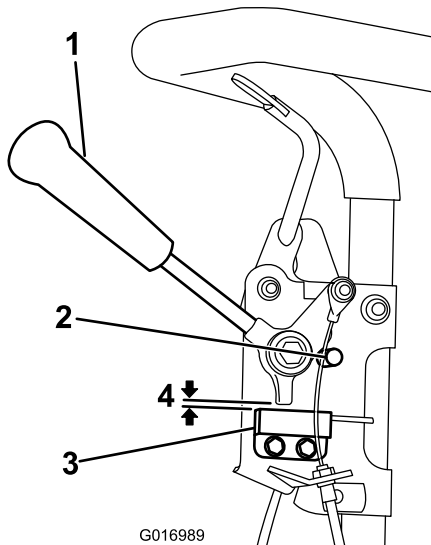

Bild 33
1. Stellen Sie sicher, dass der Motor abgestellt und der Fahrtriebshebel ausgekuppelt ist und den Neutralanschlag berührt (Bild 33).
2. Lösen Sie die Befestigungsschrauben des Sicherheitsschalters (Bild 33).
3. Legen Sie eine 0,812 mm dicke Beilagscheibe zwischen den Fahrtriebshebel und den Sicherheitsschalter (Bild 33).